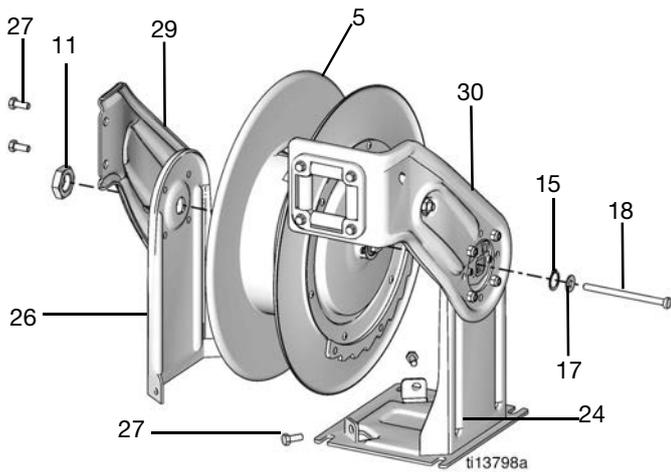

FIG. 21
- Quite la tuerca grande (11) (FIG. 21).
- Quite los dos tornillos (27) que sujetan el pedestal (26) a la base (24) y los dos tornillos (27) que sujetan el brazo guía (29) al brazo guía (30) (FIG. 21).
- Retire completamente, como una sola pieza, el conjunto de brazo guía (29) y pedestal (26) y apártelo para volver a instalarlo en el carrete nuevo (FIG. 21).
8. Ponga el carrete de manguera sobre su costado para poder acceder fácilmente al brazo guía (30) y al pedestal (24).
9. Quite el perno largo (18) y las arandelas (15 y 17) (FIG. 21).